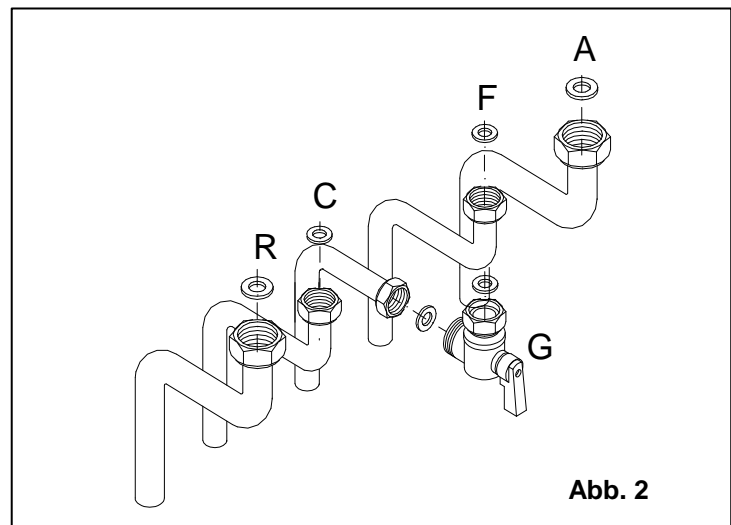

Abb. 2
- Um die Montage zu erleichtern, ist der Heizkessel mit einem Bausatz mit Wasseranschlüssen (Abb. 2) ausgestattet.